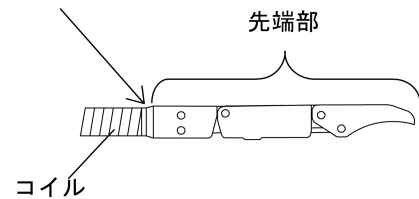

図 1. 誘導子の先端
- (1)誘導子の挿入部をディスプレイブルガイドシースキットの付属品である ET ストップバにゆっくり挿入し、ET ストップバを誘導子の挿入手元側付近に位置させる。
- (2)誘導子の先端部をまっすぐにした状態で、誘導子の挿入部をガイドシースの処置具ポートからゆっくり挿入する。
- (3)誘導子の挿入部をガイドシースへゆっくり挿入し、誘導子の先端部とコイルの境界(図 1)がガイドシースの先端面に一致するように調整する。その状態で誘導子の挿入手元側にある ET ストップバをゆっくり移動させ、ガイドシースの処置具ポートに突き当たるよう位置させる。